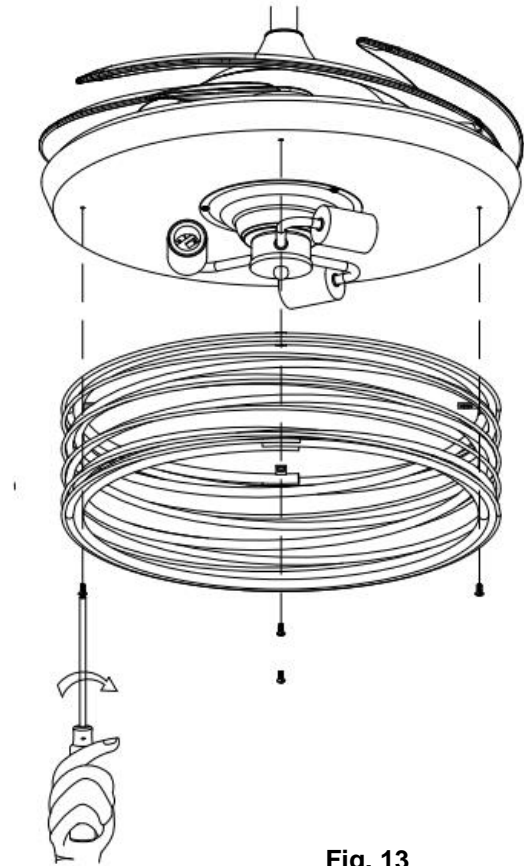

Fig. 13
5. Asegure la pantalla de la lámpara a la placa de soporte del juego de luces apretando los 3 tornillos. No los apriete en exceso. (Fig.13)